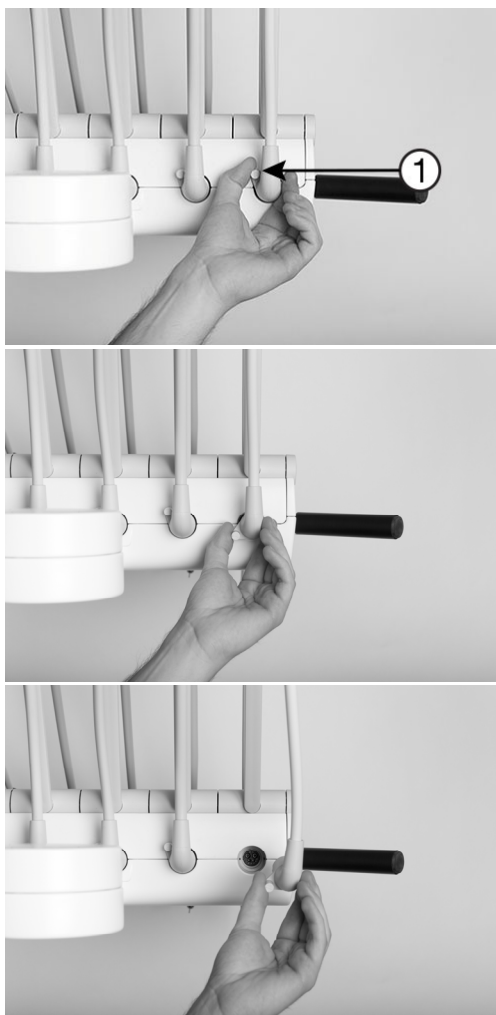

Figure 63 - Retrait de tuyau d'instrument (1) poignée de déverrouillage
Retirer le tuyau d'instrument en tournant la poignée de déverrouillage (1) dans le sens anti-horaire et en tirant le bouchon comme indiqué sur la Figure 63.